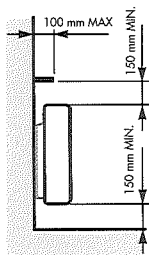

Fig. 4
- le radiateur ne doit toucher ni le sol, ni le mur (voir fig. 4 et 6).